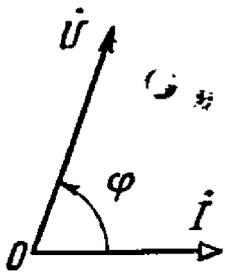

Рис. 3.18
3.18. По векторной диаграмме, приведенной на рис. 3.18, определить род приемника и его параметры. Составить последовательную схему замещения, если $U = 90 \text{ В}$, $I = 5 \text{ А}$, $\varphi = 70^\circ$ и $f = 50 \text{ Гц}$.